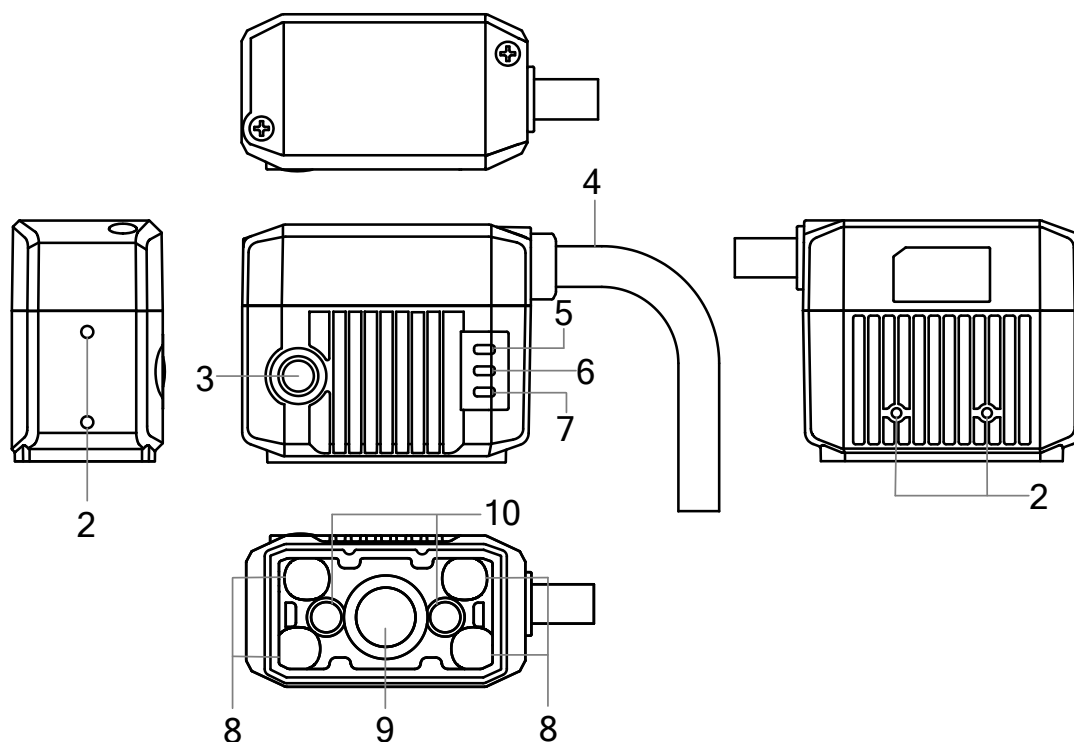

图1-3 固态调焦设备外观
- 固态调焦设备，后部无调焦旋钮，可通过固态调焦镜头调节对焦距离，外观如图 1-3 所示。